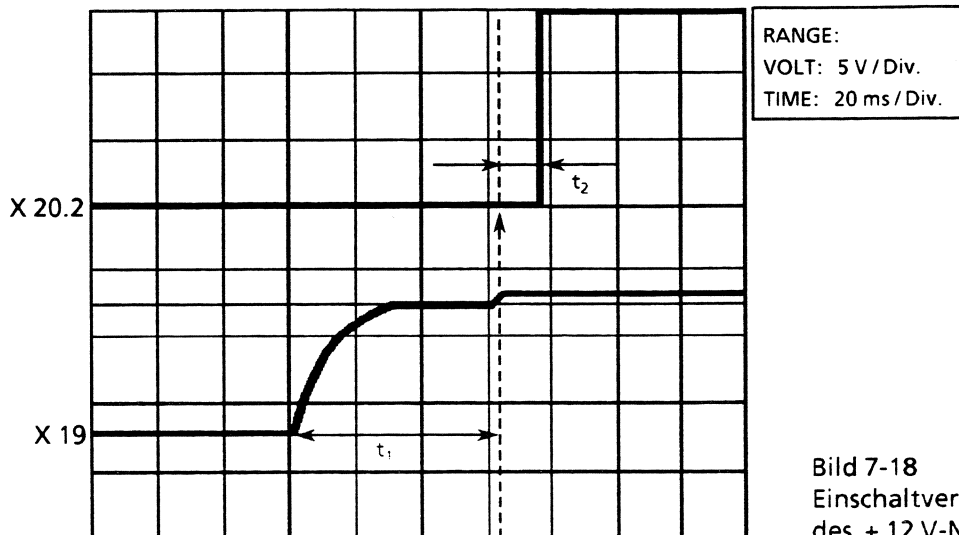

Bild 7-18
- ▶ Überprüfung der Schaltzeiten am Oszilloskop (Bild 7-18):